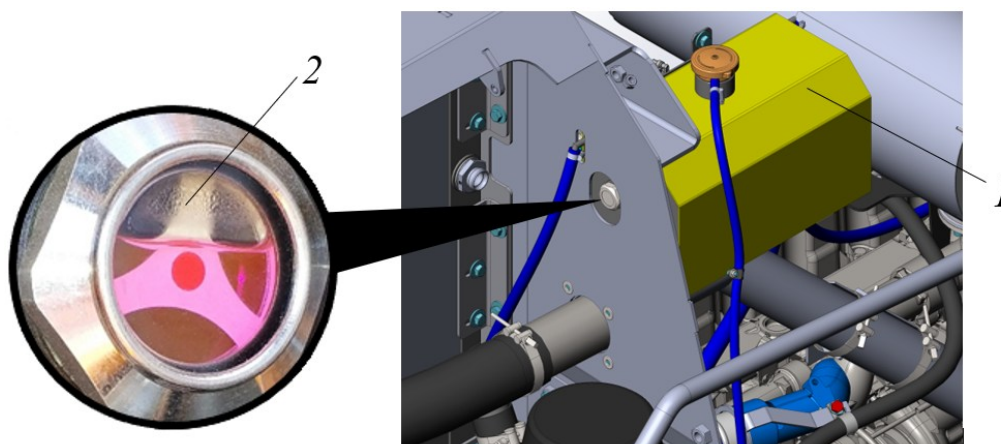

Рисунок 5.30. Расширительный бачок
Расширительный бачок размещен в моторном отсеке и закреплен на гидравлическом баке с левой стороны по ходу движения машины, рис. 5.30. В расширительном бачке размещены наливная горловина и смотровое окно для контроля уровня охлаждающей жидкости. Смотровое окно выходит под створку блока радиаторов. Доступ к наливной горловине обеспечивается при открытом капоте моторного отсека.
- ▶ Через смотровое окно 2 (рис. 5.30) проверить наличие и уровень охлаждающей жидкости.